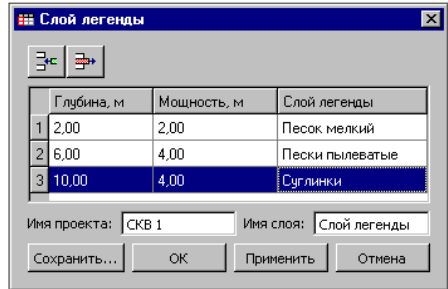

Рис. 7.1
- Активизируйте метод **Редактировать в таблице** . В диалоге **Слой легенды** создайте три интервала с параметрами (рис. 7.1), используя кнопку **Вставить до текущей** , и нажмите **ОК**.